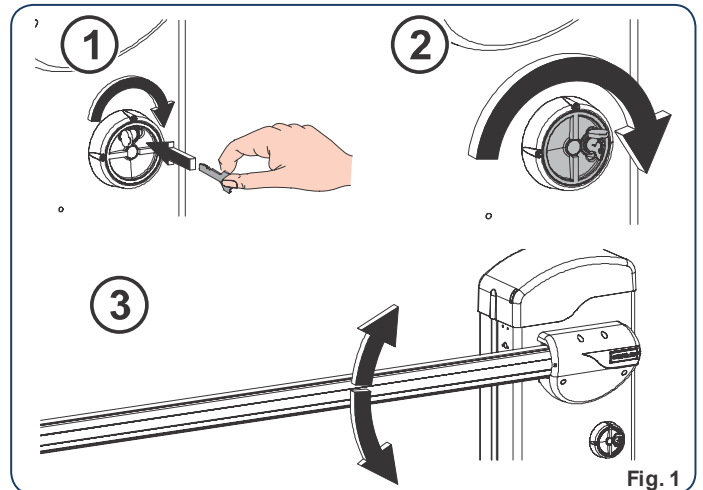

Fig. 1
- Steek de sleutel in de ontgrendeling en draai hem met de wijzers van de klok mee tot hij niet verder kan, zoals aangegeven in fig. 1 ref. ①.
- Draai de ontgrendeling met de wijzers van de klok mee tot zij niet verder kan, fig. 1 ref. ②.
- Beweeg de arm met de hand, fig. 1 ref. ③.